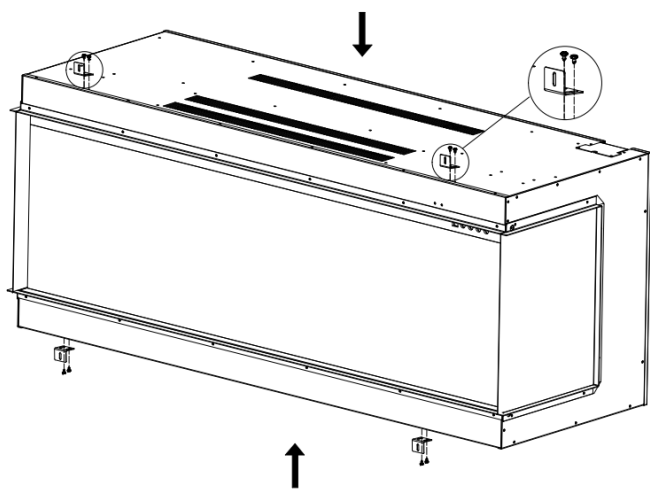

Fig.3-2
5. Fixați suporturile în formă de L (I) cu șuruburile din pasul anterior. Fig.3-2